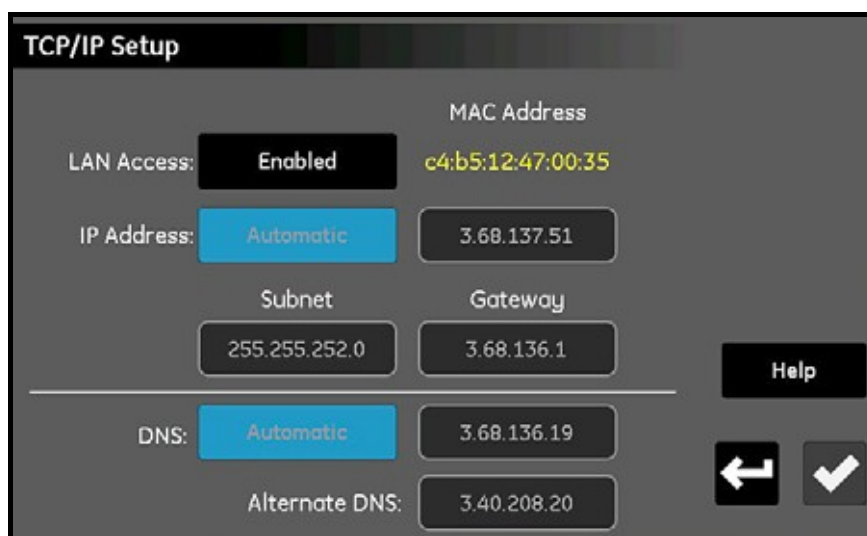

図69：TCP/IP設定（TCP/IP Setup）画面
1. 構成メニュー画面（57ページ図52参照）から、TCP/IP ボタンをタップし、下図 69 に類似の TCP/IP Setup 画面を開きます。